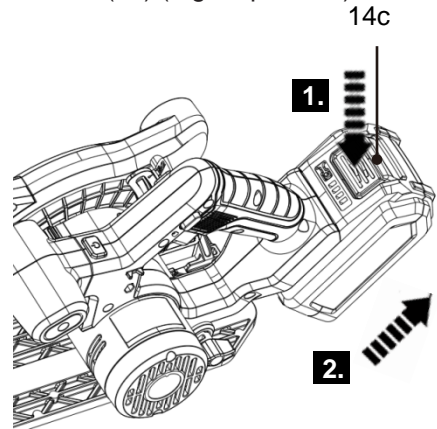

Fig. 6
2. Para retirar o conjunto de baterias (14), pressione o botão de desbloqueio do conjunto de baterias (14c) (Fig. 6, passo 1) e deslize o conjunto de baterias (14) para fora do suporte do conjunto de baterias (29) (Fig. 6, passo 2).